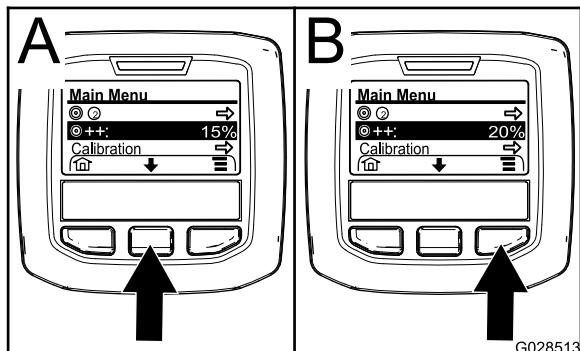

図 68
- 必要に応じ、中央ボタンを押して散布率ブーストを表示させる図68。
**注** 散布率ブーストを示すアイコンは、的ターゲットを示す記号の右隣に表示される2つの記号です図68。
- 右ボタン図68を押すと、散布率が5ずつ大きくなります最大20まで。